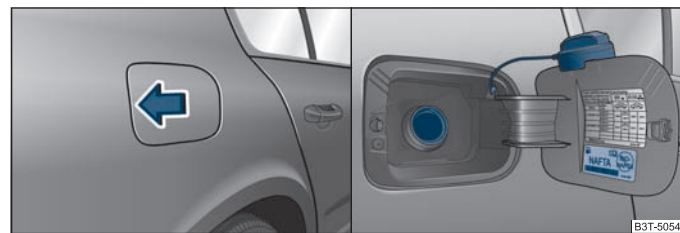

Abb. 179 Fahrzeugseite hinten rechts: Tankklappe öffnen / Tankklappe mit abgeschraubtem Verschluss
Ihr Fahrzeug kann nur mit **bleifreiem Benzin**, der der Norm **EN 228** entspricht, betrieben werden. Die einzelnen Benzinsorten werden durch Oktanzahlen (ROZ) unterschieden. Die Information, welche ROZ Ihr Motor benötigt, finden Sie auf der Innenseite der Tanklappe ⇒ Seite 217, Abb. 179.
- Drücken Sie auf die linke Seite der Tankklappe ⇒ Abb. 179 - links.
- Drehen Sie den Tankverschluss linksherum heraus und stecken Sie ihn von oben auf die Tankklappe ⇒ Abb. 179 - rechts.